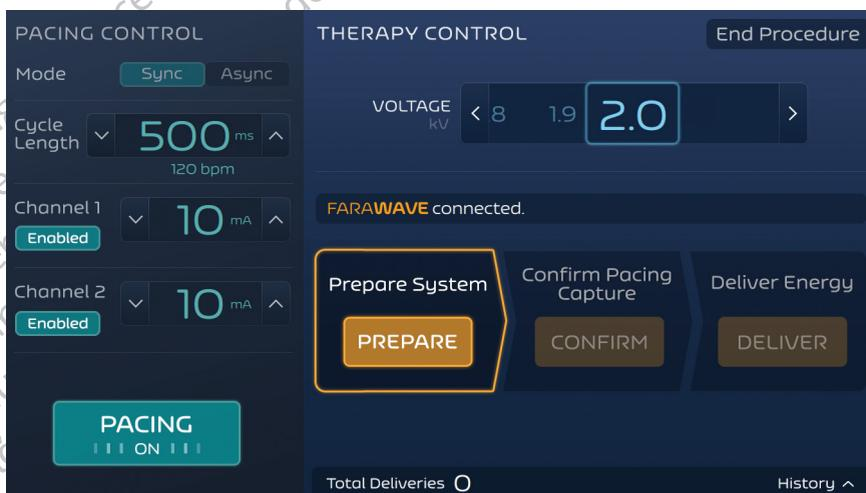

Figura 14. Schermata Therapy (Terapia) - Modalità sincrona - Stato Idle (Inattivo)
1. Selezionare la modalità sincrona premendo il pulsante Sync (Sincronizzazione) nella sezione Pacing Control (Controllo stimolazione) della schermata Therapy (Terapia). Configurare il sistema di stimolazione impostando una durata del ciclo, selezionando i canali da abilitare per la stimolazione e impostando la corrente in uscita del canale di stimolazione. Vedere Figura 14.